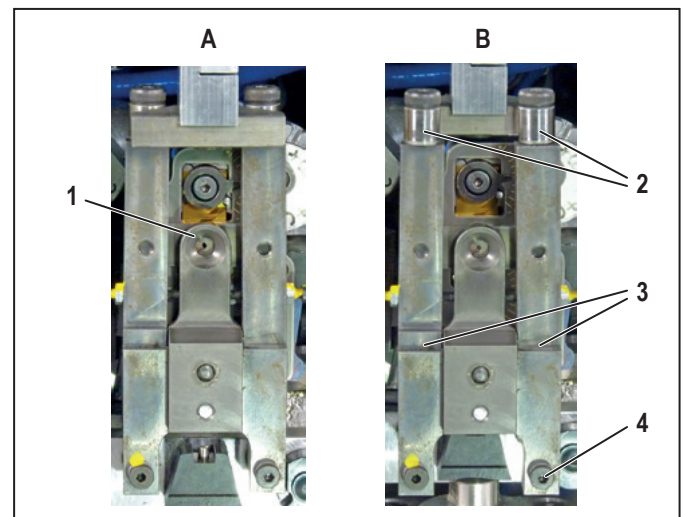

Figure 7.3 Unité de fixation des conducteurs semi-rigides en position de fonctionnement (A) et tirée vers l'avant (B)
- Tirer vers l'avant l'unité de fixation des conducteurs semi-rigides (Figure 7.3, B).
- Vérifier que les rouleaux (2) peuvent bouger librement.
- Huiler les points de rotation (3) de l'unité de fixation des conducteurs semi-rigides.
- S'assurer que l'unité de fixation des conducteurs semi-rigides est en position avant (Figure 7.3, B).
- Retirer la vis en bas à droite de l'unité de fixation des conducteurs semi-rigides (Figure 7.3, 4).